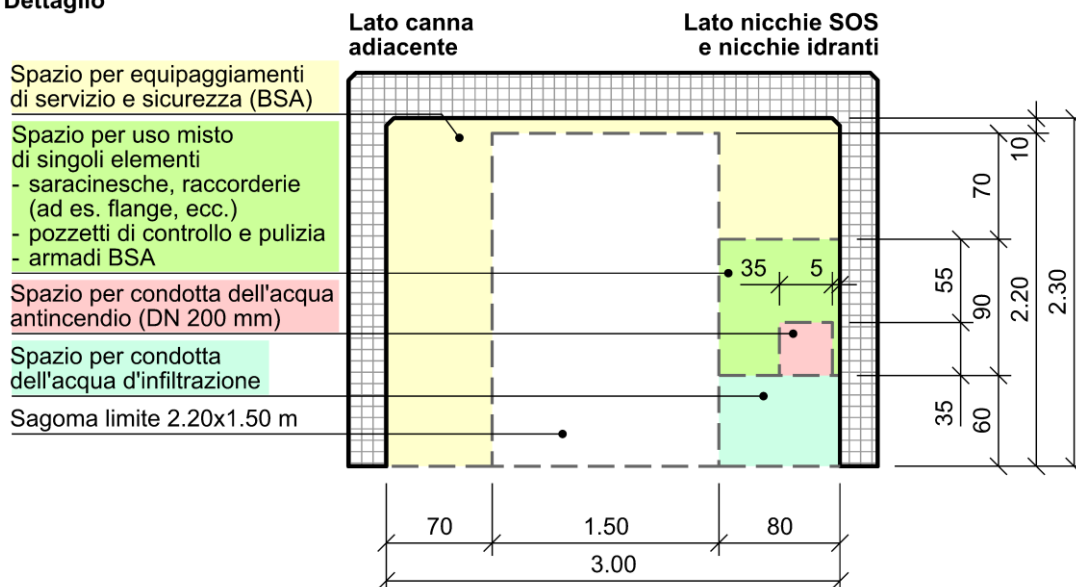

Figura 3: Sagoma limite di spazio libero nel canale tecnico (con utilizzo come via di fuga)
- La sagoma limite per la via di fuga deve avere una larghezza minima di 1.50 m e una altezza minima di 2.20 m (vedi Figura 3).